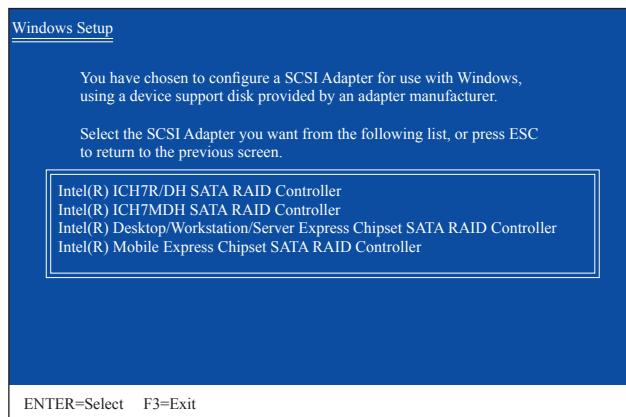

図3
SATA RAID/AHCIドライバを含むフロッピーディスクを挿入し、<Enter>を押します。次に、以下の図3のようなコントローラメニューが表示されます。Intel(R) Desktop/Workstation/Server Express Chipset SATA RAID Controllerを選択し、<Enter>を押します。AHCIモードの場合、キーボードの矢印キーを使用して Intel(R) Desktop/Workstation/Server Express Chipset SATA AHCI Controller アイテムにスクロールし <Enter> を押します。